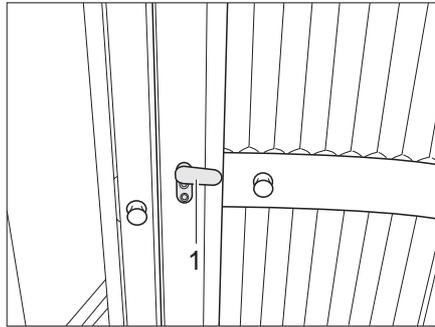

Fig. 251 Inodoro Vario, puerta del lavabo
- Colocar el pestillo (Fig. 251,1) de la puerta del lavabo en posición vertical y extender la parte interior de la puerta.
- Girar la parte interior hacia la puerta de entrada del lavabo y, para cerrar, colocar el pestillo (Fig. 251,1) en posición horizontal.